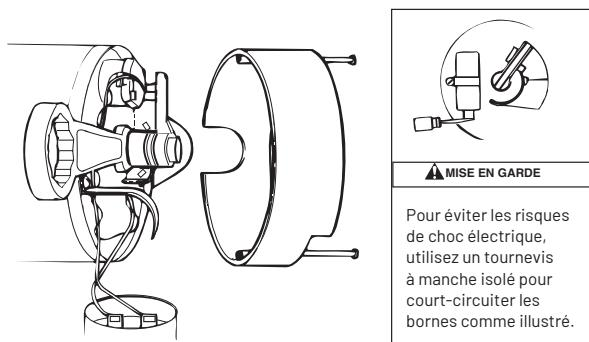

FIGURE 13 - IMMOBILISER L'ARBRE
4. Si l'impulseur doit être remplacé, desserrez deux vis mécaniques et retirez le capot du moteur (figure 13).
5. **MISE EN GARDE** **LA TENSION DU CONDENSATEUR PEUT ÊTRE DANGEREUSE.** Pour décharger le condensateur, tenez le tournevis à manche isolé **PAR LE MANCHE** et effectuez un court-circuit dans les bornes du condensateur (figure 13). Ne touchez pas la lame métallique du tournevis ni les bornes du condensateur. En cas de doute, consultez un électricien qualifié.